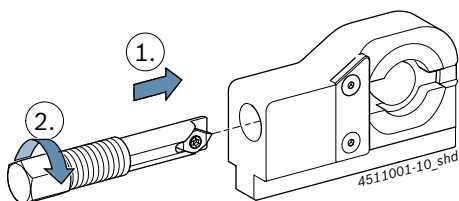

Fig. 11: Fixar o fuso rotativo
4. Inserir o fuso rotativo no Fig. 11 na ferramenta de desmontagem e girar na rosca.